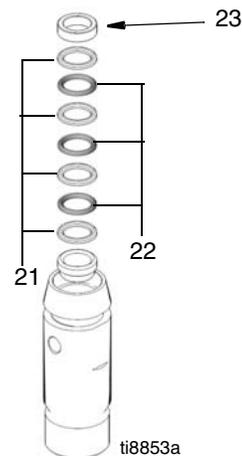

FIG. 8
8. (Fig. 8) Retire o aperto dos empanques e os buçins do cilindro. Deite-os fora.